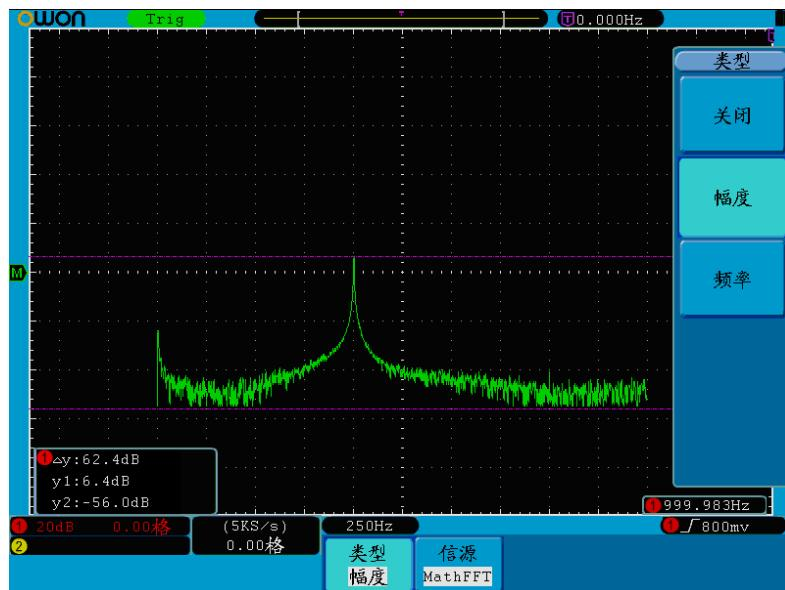

图5-61：FFT模式下幅度光标测量波形
3. 根据被测波形，分别转动两个通道的 **垂直位置** 旋钮调整光标1、光标2的位置，位于波形左下方的光标增量窗口显示光标1和光标2幅度差值的绝对值及两光标当前的位置。见图5-61：